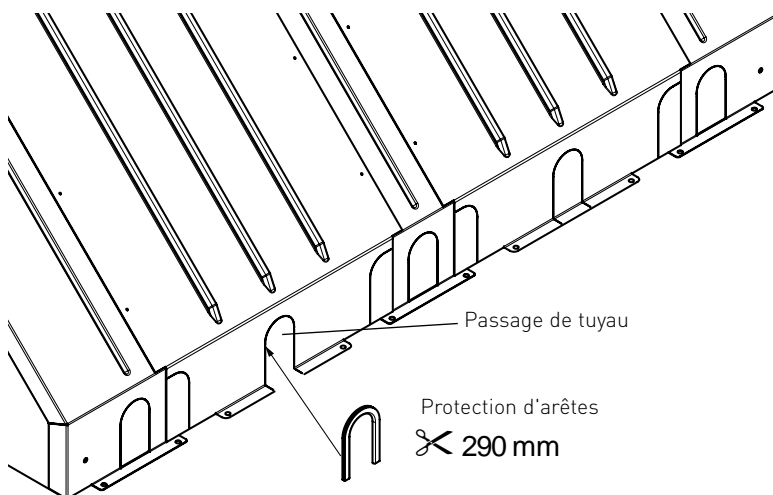

Fig. 6 Rompre les passages de tuyaux et monter la protection d'arêtes
- Rompre les orifices prédécoupés pour le passages de tuyaux, raccourcir la protection des arêtes à 290 mm la poser au niveau du passage – Fig. 6.